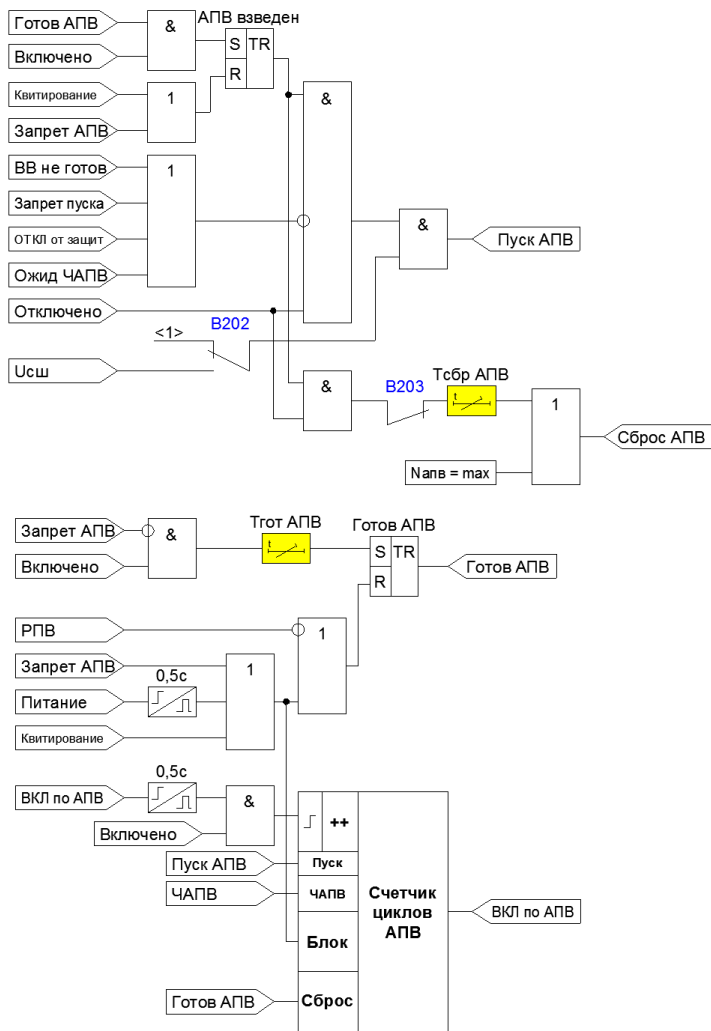

Рисунок 3.2.5 – Функциональная схема АПВ
- после включения ВВ набрана выдержка времени готовности, появился сигнал готовности и выключатель продолжает оставаться включенным (Рисунок 3.2.5);